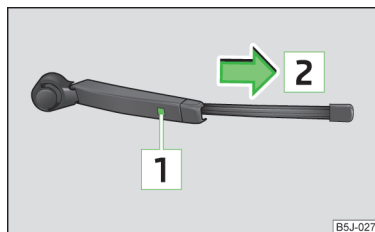

Fig. 35
- » Sollevare il braccio del tergicristallo dal lunotto » **fig. 35**.